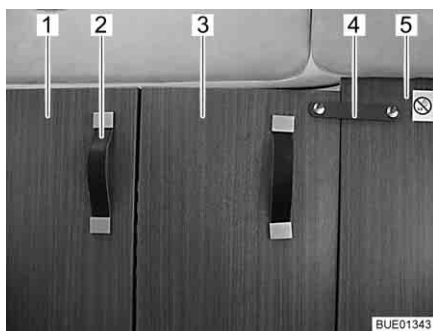

Bild 58 Skiljeplatta till förarhytt, stängd
- Dra in skiljeplattan till förarhytten (Bild 58,1) helt med hållbandet (Bild 58,2).
- Sätt, med låsbandet (Bild 58,4), fast den fällbara delen av skiljeplattan till förarhytten (Bild 58,3) på den fasta mellanväggen (Bild 58,5) bakom passagerarstolen.